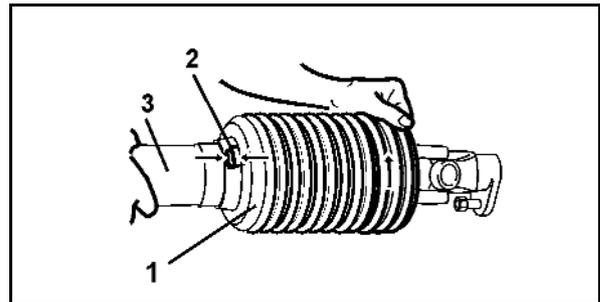

Fig. 59
9. Schutzhälfte (Fig. 59/1) aufschieben.
10. Schutztrichter (Fig. 59/2) in Sperrposition drehen.
11. Arretierschraube eindrehen (Fig. 59/3).